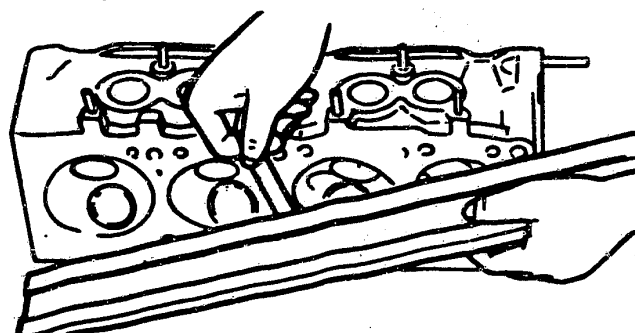

Bild 4 Die Zylinderkopf-Planfläche darf um maximal 0,15mm verzogen sein.
b) **Bearbeitung:** Die Dichtfläche ist dem Umfang entlang und in der Diagonalen auf Planheit zu prüfen (Bild 4). Die Abweichung darf maximal 0,15mm betragen. Die Originalhöhe des Zylinderkopfs von 91,95...92,05mm darf um höchstens 0,20mm nachgeschliffen werden.